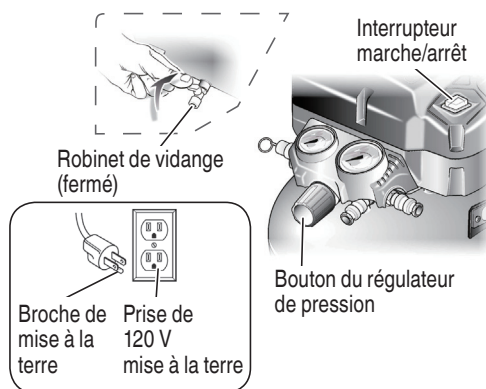

Fig. 6
- S'assurer que le robinet de vidange du réservoir est fermé (Fig. 6).
- S'assurer que l'interrupteur **MARCHE/ARRÊT** est dans la position **ARRÊT (O)** et que le compresseur est débranché (Fig. 6).
- S'assurer que le bouton du régulateur de pression soit complètement tourné dans le sens antihoraire (Fig. 6).